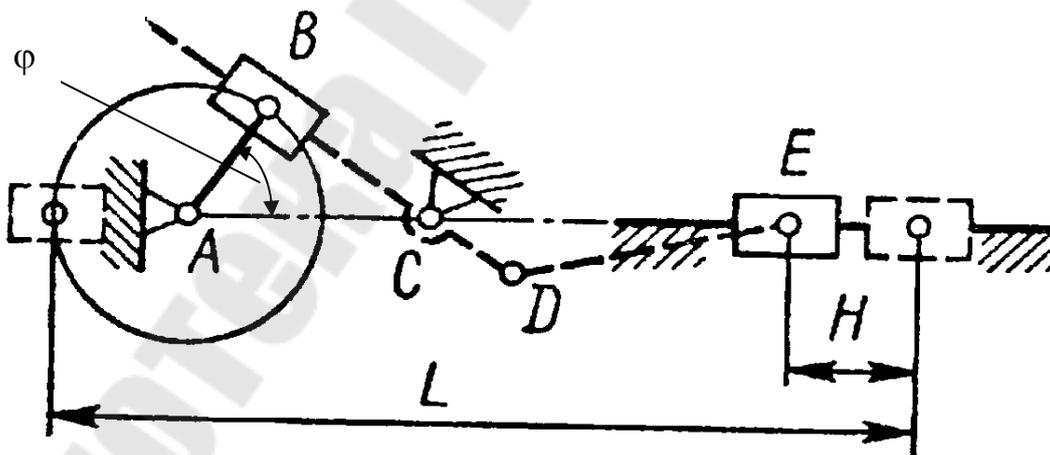

Рис.5.1
1. Спроектировать схему механизма (рис. 5.1) с двойным ходом ползуна кривошипно-ползунной части по заданному максимальному расстоянию  $L$  между центрами шарниров  $B$  и  $E$  на ползунах, коэффициенту изменения средней скорости  $K$  кулисы  $BC$  и ходу  $H$  ползуна. При проектировании учитывать, что центры шарниров  $A$ ,  $C$  и  $E$  лежат на одной прямой. Длину шатуна  $DE$  принять равной  $l_{DE} = 3l_{DC}$ . Определить скорость и ускорение точки  $B$ , принадлежащей кулисе, если угловая скорость звена  $AB$   $\omega_{AB} = 20 \text{ с}^{-1}$ , для положения, когда угол  $\varphi = 60^\circ$ . Исходные данные приведены в табл. 5.1.